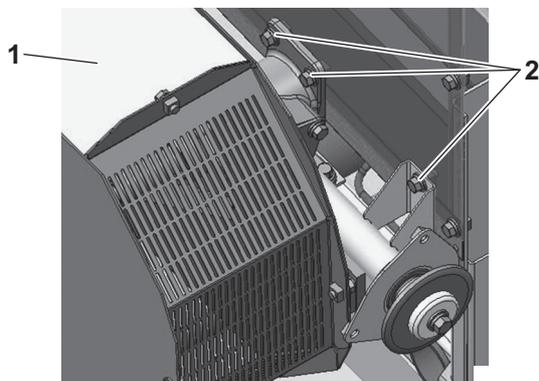

図 2-9
7. コンベア (バケット仕組 (1) を動かしながらグレンタンクにボルトM8×20 (2) (3本) で仮締めします。(図 2-9)